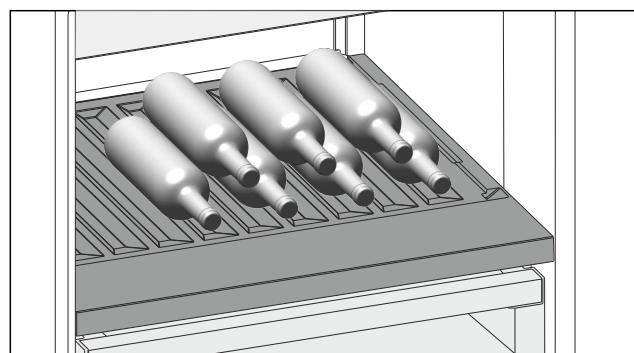

Fig. 125
- Flaschen mit dem Boden nach hinten zur Rückwand einlegen. (siehe *Fig. 125*)